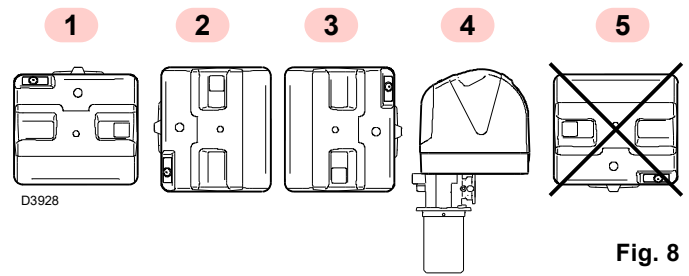

Fig. 8
- Il bruciatore è predisposto esclusivamente per il funzionamento nelle posizioni **1, 2, 3 e 4** (Fig. 8).